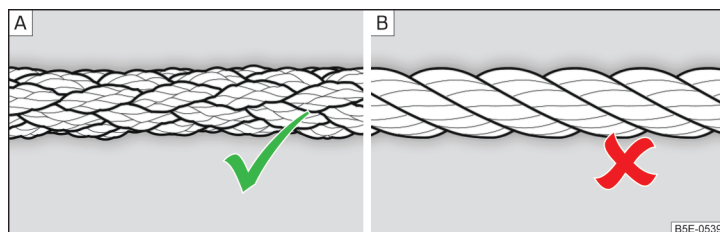

Fig. 168 Cablul de tractare împletit/cablul de tractare înfășurat
Pentru tractare trebuie utilizat un cablu de tractare împletit » fig. 168 - A.
- La tractare nu utilizați cablu de tractare înfășurat » fig. 168 - [B], cârligul de tractare s-ar putea desface la autovehicul - există pericol de accident.